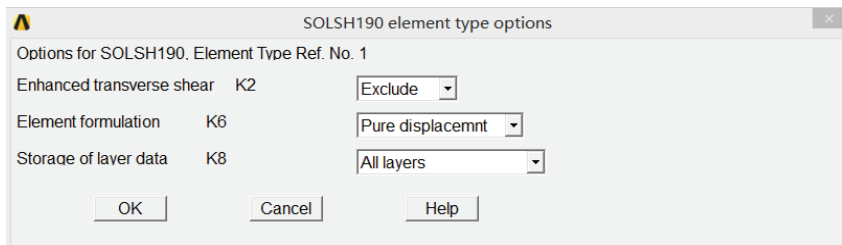

图 6-92 SOLSH190 单元关键字设置对话框
3) 在 Element Types 对话框中单击 Options 按钮, 出现 SOLSH190 element type options 对话框, 在 Storage of layer data K8 下拉菜单中选择 All layers, 如图 6-92 所示, 单击 OK 按钮关闭该对话框。